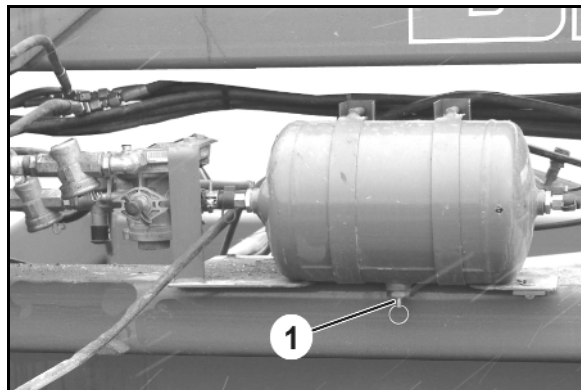

Рис. 58
3. Водоспускной кран тяните за кольцо (Рис. 58/1) в боковом направлении так долго, пока вода не перестанет выходить из ресивера.
Ресивер (Рис. 58/1) не должен: